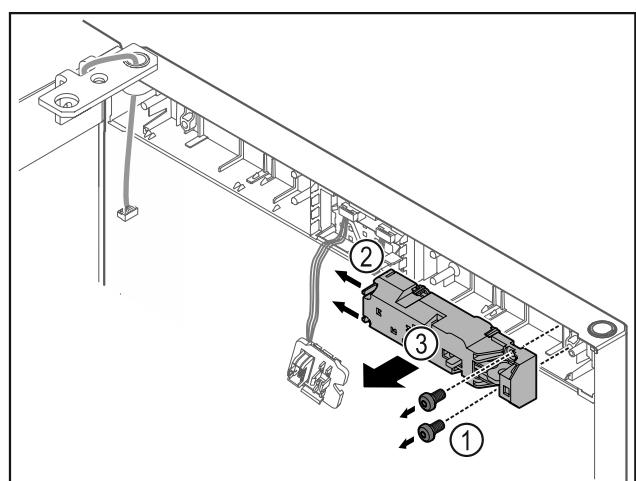

Fig. 23
► Odvrnite vijke Fig. 23 (1).
► Pritisnite jezičke Fig. 23 (2) na stranu i skinite daljinsku bravu Fig. 23 (3).